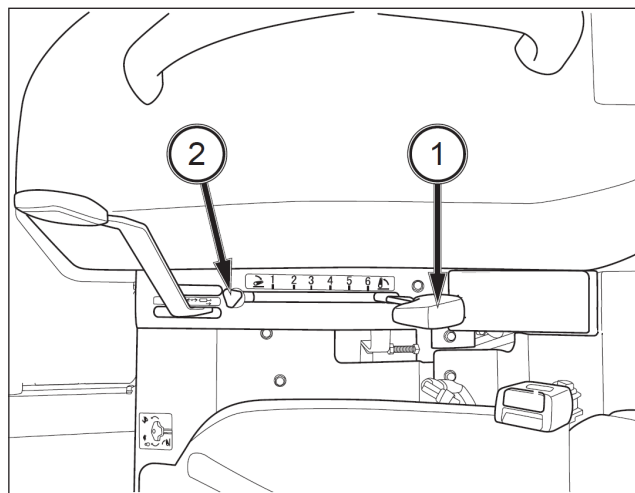

FIG. 75
FIG. 75 : le levier du contrôle de position de l'attelage trois-points (1) maintient la position de l'attelage à une hauteur constante par rapport au tracteur. Déplacez le levier de contrôle de position (1) vers l'arrière, pour lever l'attelage (et l'équipement). Déplacez le levier vers l'avant pour abaisser l'attelage sur la position choisie.